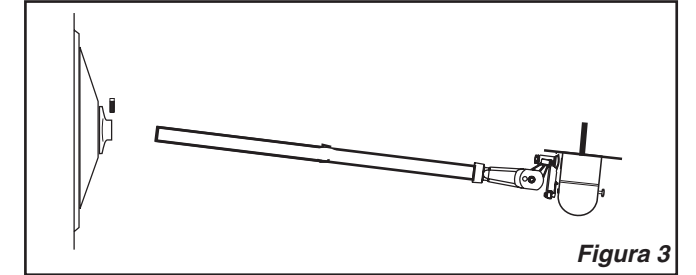

Figura 3
1. Coloque el Conjunto de Columna y Motor sobre el piso al costado del Conjunto de Base. Incline el Conjunto de base hacia arriba, sobre uno de sus extremos. Levante el tubo inferior del Conjunto de Columna e introdúzcalo dentro del Patín de Montaje. (Figura 3)